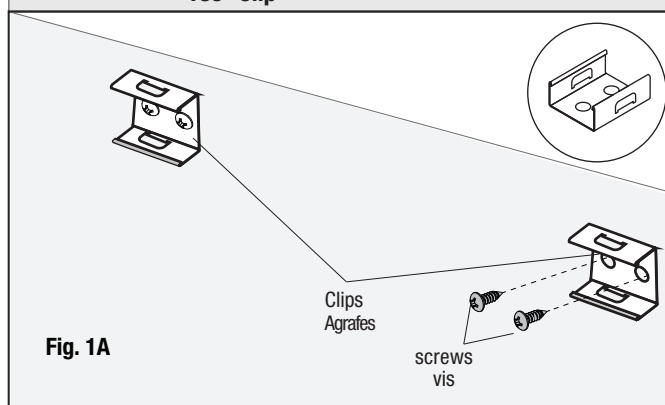
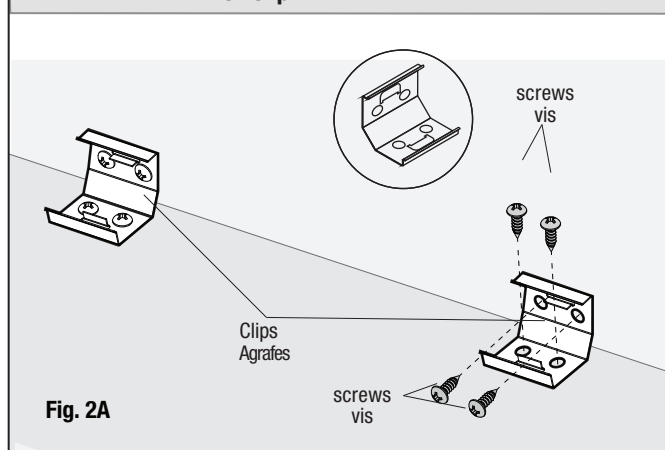
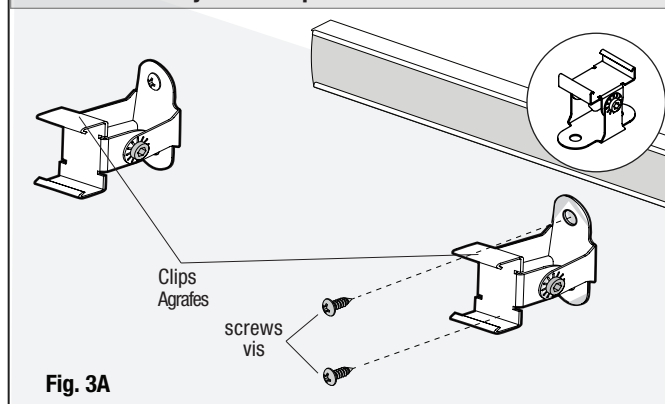

Fig. 1A
Fig. 2A
Fig. 3A
1. Install the clips on the desired surface by using provided screws (Fig. 1A, Fig. 2A, Fig. 3A).
1. Installer les agrafes sur la surface désirée à l'aide des vis fournies (Fig. 1A, Fig. 2A, Fig. 3A).